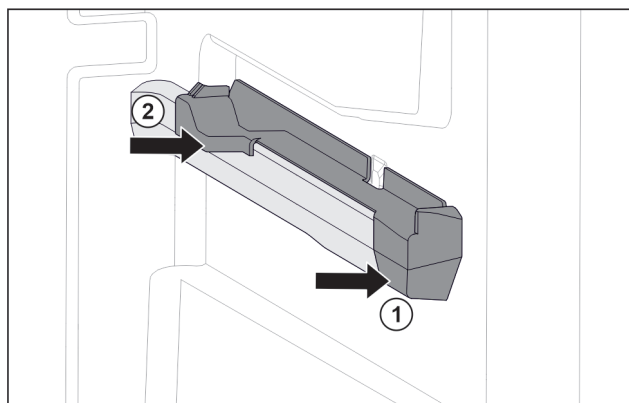

Fig. 124 Aufsteckteil auf der rechten Behälterrippe
- Aufsteckteil vorne an Behälterrippe ansetzen. Fig. 124 (1)
- Aufsteckteil hinten andrücken. Fig. 124 (2)